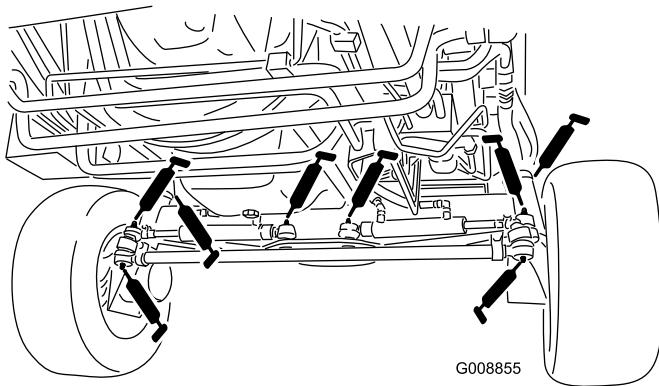

Figura 50
- Articulaciones esféricas del cilindro de dirección (4) (Figura 50)
- Articulaciones esféricas de las bielas (2) (Figura 50)
- Casquillos del pivote de dirección (2) (Figura 50)